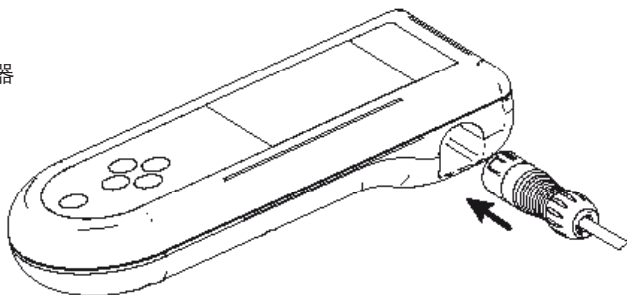

图3：将测量仪器与传感器断开/连接
sensION™ +MM150是一款便携式的pH，氧化还原电位，电导率，TDS和温度测定仪。如需使用该仪器进行测定，您需要连接一个传感器。（图3，第8页）。
- 1、将传感器连接到测量仪器上（见第8页的图3）。